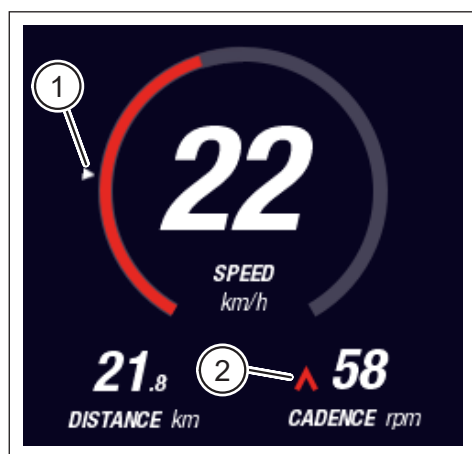

Fig. 32: Flèche sur l'échelle pour la visualisation de la valeur moyenne
- Une flèche blanche (pos. 1 dans Fig. 32) à côté d'une échelle représente la valeur moyenne respective du paramètre représenté.
- Le symbole rouge pointant vers le haut ou vers le bas à côté de l'affichage de la cadence (pos. 2 dans Fig. 32) indique au conducteur s'il doit augmenter ou réduire la cadence pour exploiter le moteur dans une plage de vitesse plus efficace.